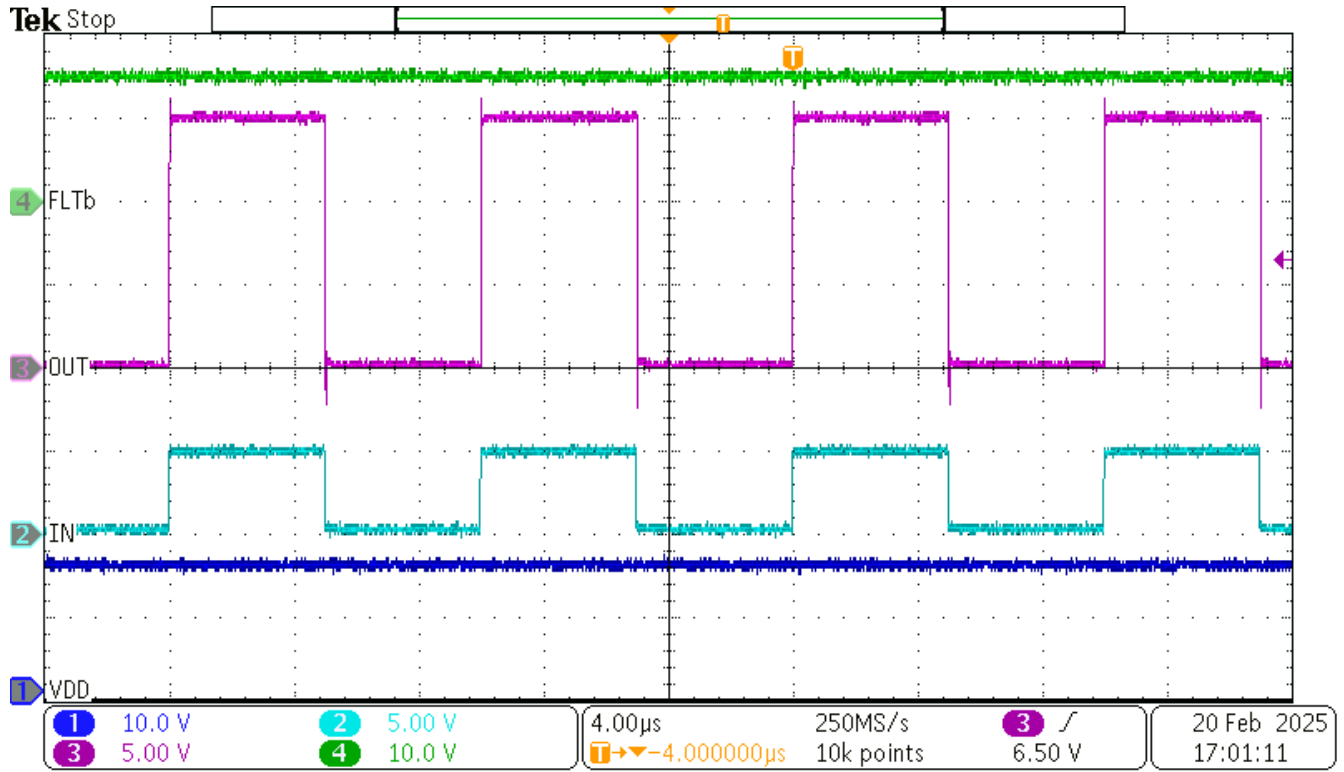

图 3-2. PSU #2 关闭时的参考波形
- b. 检查 FLTb 和 OUT 信号。**FLTb** 应为高电平，且 **OUT** 应保持稳定。有关详细信息，请参阅图 3-2。
- d. 关闭 PSU #2 并重新检查 FLTb 和 OUT 信号。**FLTb** 应为高电平，且 **OUT** 应保持稳定。有关详细信息，请参阅图 3-2。